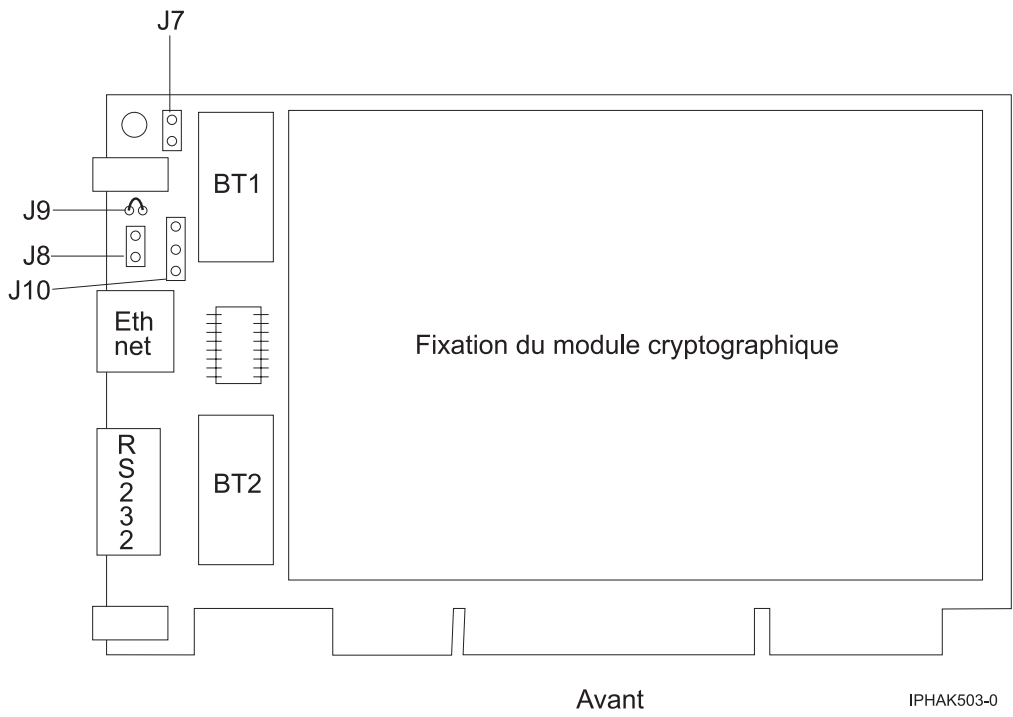

Figure 61. Recto de l'adaptateur
6. Insérez l'une des nouvelles batteries dans le bloc de batteries fourni avec le kit. Alignez le + de la batterie avec le + du bloc de batteries (l'extrémité avec le câble rouge). Connectez les câbles du bloc au connecteur J10 situé près du port série RS-232, comme illustré dans la figure 61, à la page 228. Le connecteur est polarisé pour garantir un branchement correct.